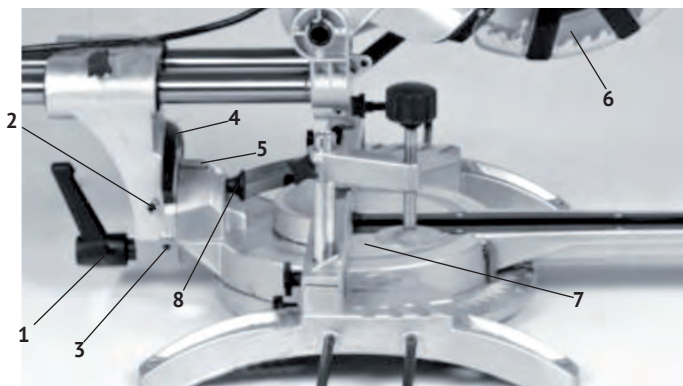

рис.7
## 2.7 Установка угла наклона режущего блока (рис.7)
- режущий блок имеет возможность установки заданного угла наклона относительно вертикальной оси, как влево в положении от 0 до 45°, так и вправо от 0 до 45°. Для поворота вправо необходимо освободить (вытянуть на себя) кнопку стопора (рис.7 поз.8);
- для установки угла наклона необходимо: ослабить стопорный винт (рис.7 поз.1), установить необходимый угол распила по шкале (рис.7 поз.4), поворачивая режущий блок за рукоятку пилы, и надёжно зафиксировать стопорный винт.
- установить рабочий стол (рис.7 поз.7) в нулевое положение;
- ослабить контргайку винта (рис.7 поз.2);
- установить транспортир (электронный угломер), измеряющий угол между плоскостью рабочего стола (рис.7 поз.7) и пильного диска (рис.7 поз.6);
- шестигранным ключом из комплекта поставки поворачивать винт (рис.7 поз.2) до точной установки угла  $90^\circ$  между диском и рабочим столом;
После установки точного положения угла, проверить положение стрелки-указателя (рис.7 поз.5) на шкале (рис.7 поз.4). При несовпадении с нулевым положением, ослабить винт крепления стрелки, откорректировать её положение и зафиксировать винтом.
- ослабить контргайку винта (рис.7 поз.3);
- шестигранным ключом из комплекта поставки поворачивать винт (рис.7 поз.3) до точной установки угла  $45^\circ$  (влево) между диском и рабочим столом;